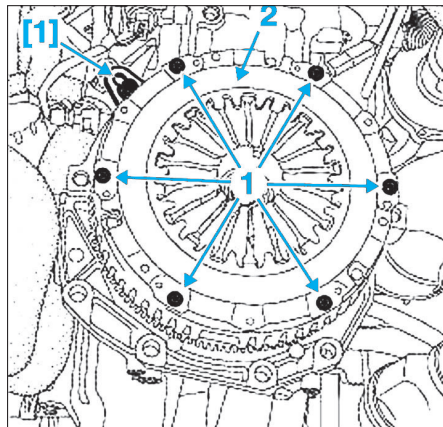

Fig. 1
- [1]. Outil de blocage du volant moteur (Fig.1).
- Bloquer le volant moteur à l'aide de l'outil [1] (Fig.1).
- les vis de fixation (1),
- le mécanisme (2),